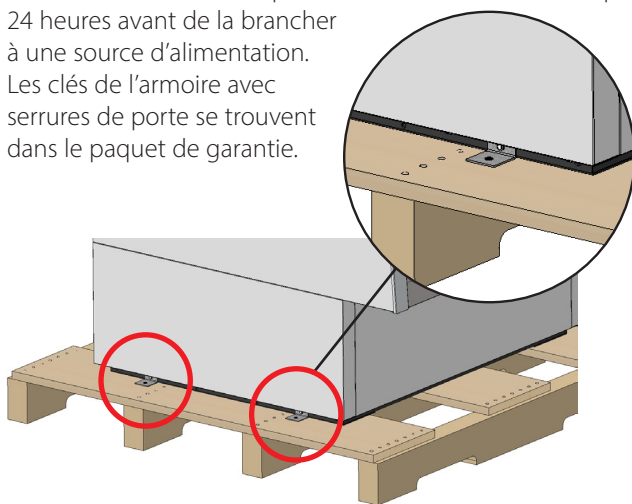

Fig. 3. Emplacements des clips de palettes. Tous les côtés ne sont pas représentés.
2. **REMARQUE :** Retirez les clips qui fixent l'armoire au patin (voir fig. 3). Déplacez l'unité le plus près possible de l'emplacement final avant de retirer le patin en bois. Sur certains modèles, il peut être nécessaire d'enlever la grille/cache avant et/ou arrière pour accéder aux boulons de transport.